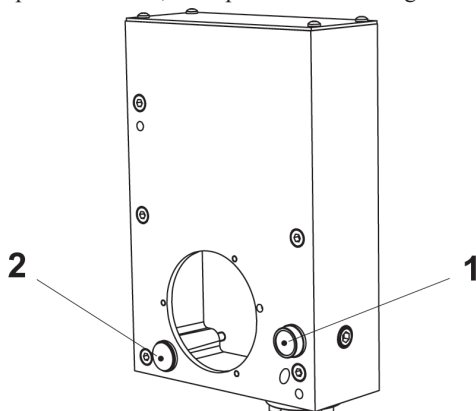

Figura 16 - Riempimento e indicatore di livello dell'olio, scatola di riduzione di avanzamento
- L'ingranaggio a vite senza fine della scatola di riduzione di avanzamento siede in un bagno d'olio. Aggiungere olio attraverso il foro di riempimento (1) fino al punto intermedio dell'indicatore di livello (2), vedere figura 16. Se ne devono mantenere disponibili circa 0,3 litri per soddisfare l'esigenza.